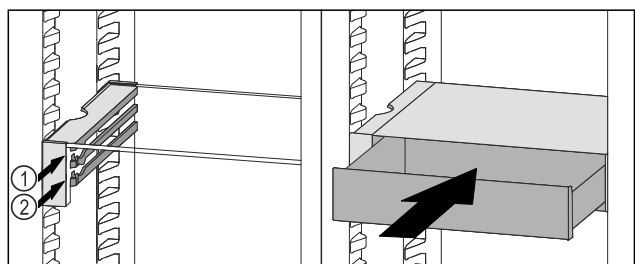

Fig. 132
- ▶ Поставете чекмеджето на VarioSafe зад ограничителите върху желаното ребро *Fig. 132 (1)* или *Fig. 132 (2)*.